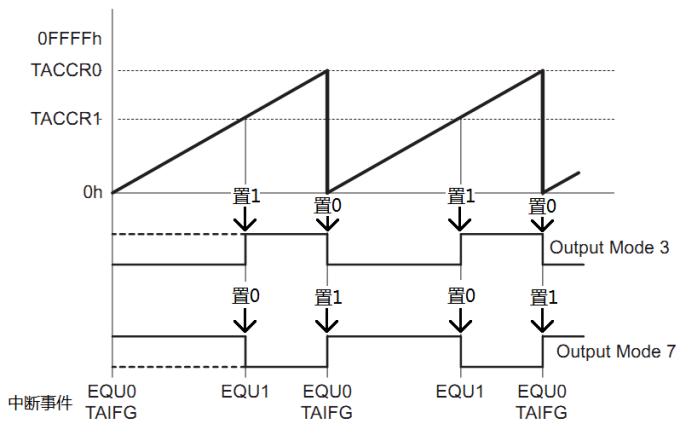

图 6.13 利用比较模块生成 PWM
3) 模式 3 和模式 7: 用于产生 PWM 信号（有关 PWM 的知识请自行科普）。如图 6.13 所示，主定时器（计数器）设置为增计数模式。**PWM 的频率由 CCR0 的 TACCRO 决定，PWM 的占空比由 TACCRx 与 TACCRO 的比值决定。**通过 CPU 改写 TACCRx 的值即可改变 PWM 的脉宽，同样，CPU 所要做的工作仅限于此，输出 PWM 仍然是“全自动”的，这一功能经常应用于自动反馈控制中。